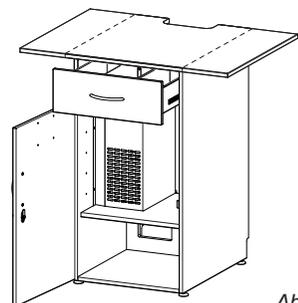

Abb. 21
3.10.4 Unterschrank mit eingebauter Kühleinheit (Abb. 21)